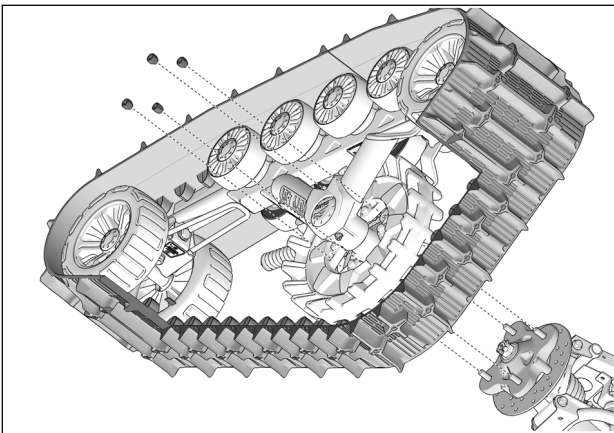

Fig. 10
8. Au moyen des écrous de roue d'origine du véhicule, boulonner chaque système de traction au moyen de roue avant. La marche à suivre et les précautions sont les mêmes qu'à l'arrière. Voir la Fig. 10
10. Fixer le système de traction au moyeu de roue arrière. Utiliser les écrous de roue d'origine du véhicule. Voir la Fig. 10